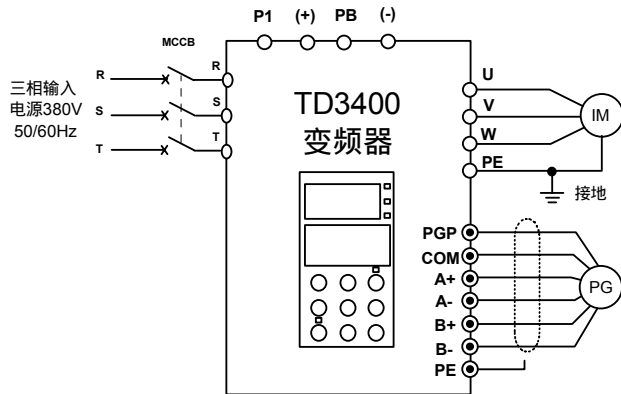

图 4-16 基本运行配线图 1
1) 按图 4-16 配线, 检查接线正确后, 合上 MCCB 开关, 变频器上电;
1) 按图 4-16 配线，检查接线正确后，合上 MCCB 开关，变频器上电；